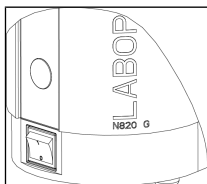

Fig. 6: Attivazione e disattivazione della pompa con l'interruttore di alimentazione
- Attivare la pompa con l'interruttore di alimentazione (vedere Fig. 6).